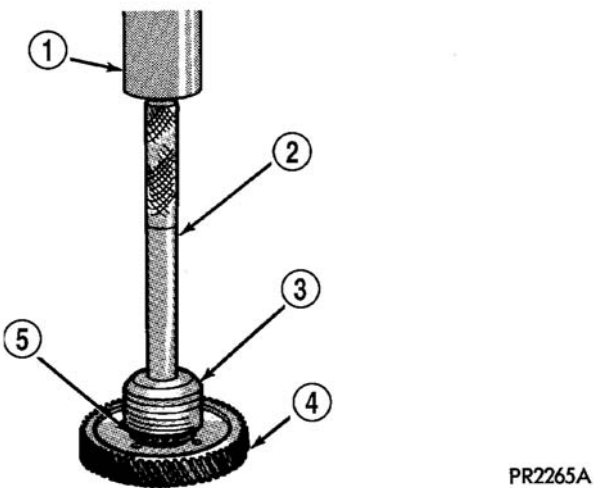

图 290 安装动力传输轴齿轮轴承内圈
(10) 用工具 L-4410 安装动力传输轴齿轮轴承内圈（图 290）。